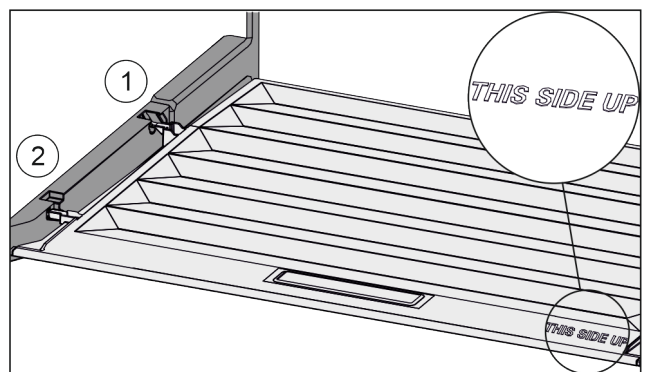

Fig. 108
- ▶ Deckelstege über Öffnung der hinteren Halterung Fig. 108 (1) einführen und vorne in Halterung Fig. 108 (2) einrasten.